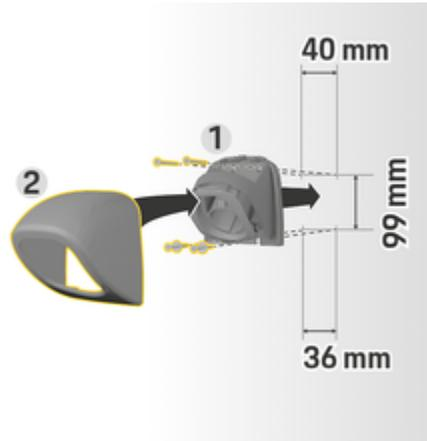

Fig. 10: Dimensões de perfuração
- Remover o fecho do conector **1** (Fig. 10) da capa **2** (Fig. 10).
- Aparafuse o fixador do conector **1** (Fig. 10) à parede.
- Coloque a cobertura **2** (Fig. 10) no fixador do conector **1** (Fig. 10) a partir de baixo e empurre para cima.